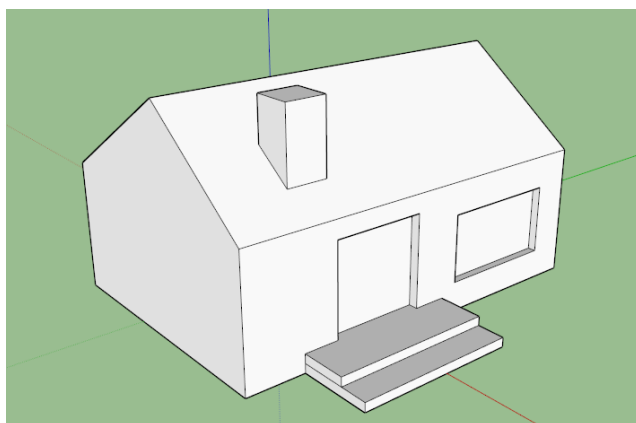

Рисунок 2.12
5. За допомогою інструмента «Push / Pull» витягнемо / вдавимо відповідні елементи будинку. Кінцевий варіант моделі показаний на рис. 2.12.